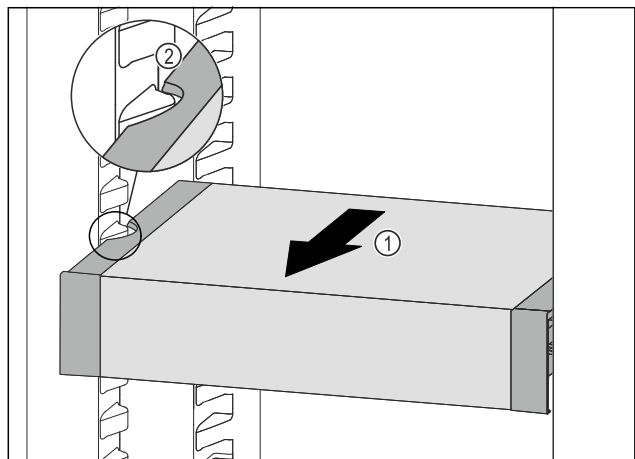

Fig. 111
- ▶ Потягнути VarioSafe вперед Fig. 111 (1), поки бокові заглиблення VarioSafe не опиняться на рівні ребра для ємності в охолоджувальному відділенні. Fig. 111 (2)